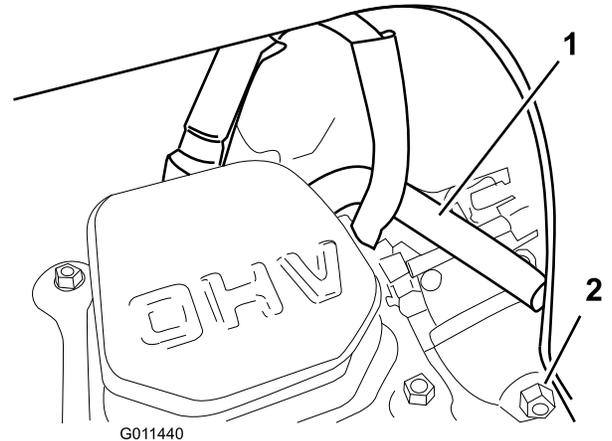

图 27
**注意** 如图 27 所示确保将通气管布置在火花塞线上方。